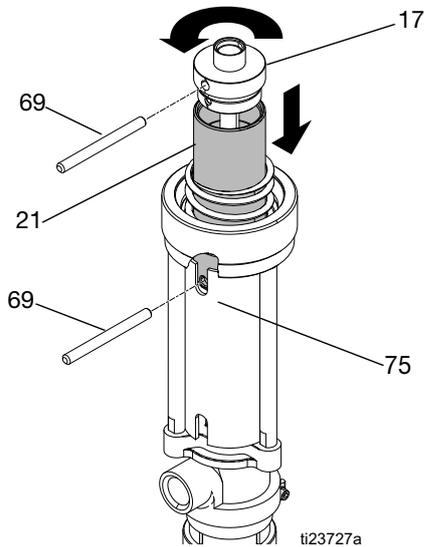

FIG. 13
- Alinhe a ranhura da proteção (75) com o orifício do pistão e coloque a ferramenta de pinos (69) no orifício do pistão para evitar que o pistão rode. Utilize a segunda ferramenta de pinos (69) para desapertar a tampa do pistão (17) e separe do pistão (21) para expor o pino de fixação (19). Consulte a FIG. 13.